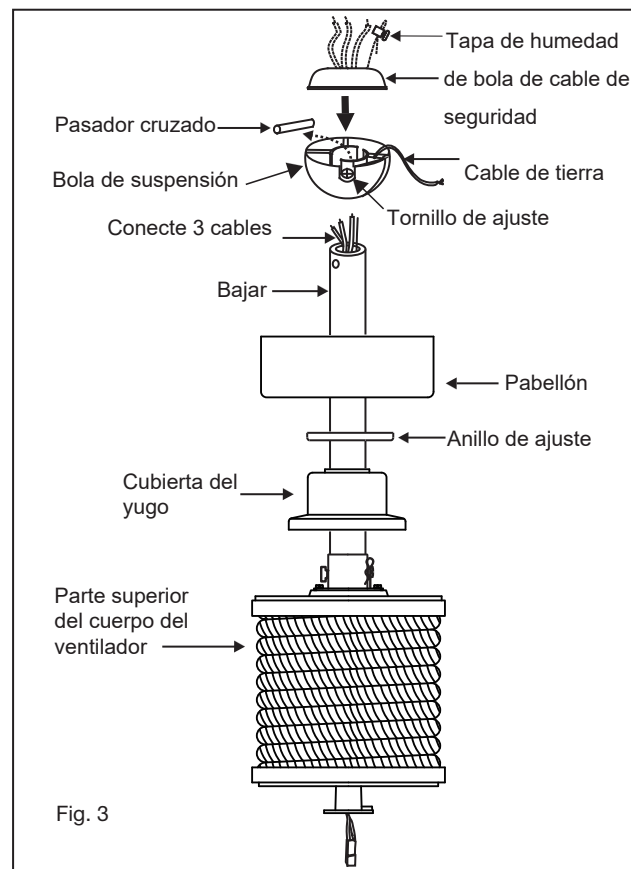

Fig. 3
- 6 Deslice la cubierta del yugo, el anillo de ajuste y la capota sobre la varilla. (Fig. 3)
- 8 Pase los cables a través de los orificios de la tapa de goma de la bola de goma y deslice la tapa hacia abajo sobre la parte superior de la bola. (Fig. 3)